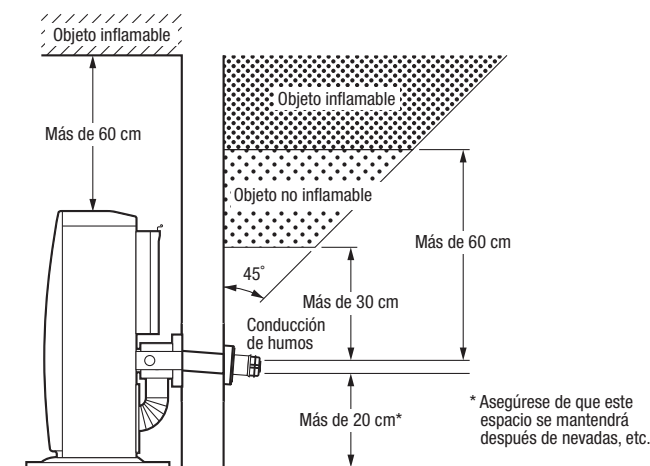

Figura 2
2. Instale la tubería de escape (Consulte la Figura 2 y 3, Página 120). Tenga en cuenta que el volumen y la temperatura de los gases de escape calientes que la tubería de escape emite al exterior son mínimos y generalmente no presentan problemas.
2. Asegúrese de que el área al aire libre donde se descarga el aire de ventilación esté libre de objetos que puedan ser afectados por gas caliente de combustión. (Vea Figura 2 y 3.) La conducción de humos (como en la Figura 2), es para una pared de grosor desde 130 mm hasta 320 mm.